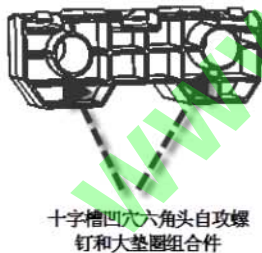

图 2-3-1 后保险杠左后支架拆卸示意图
- (1) 用 10# 套筒将图 2-3-1 所示的 2 个与车身连接的六角头螺母卸下；